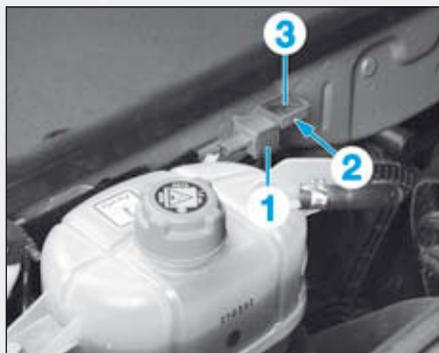

FIG.8
- Débrancher le connecteur (1) (Fig.8).
- l'écrou (2),
- le capteur (3).